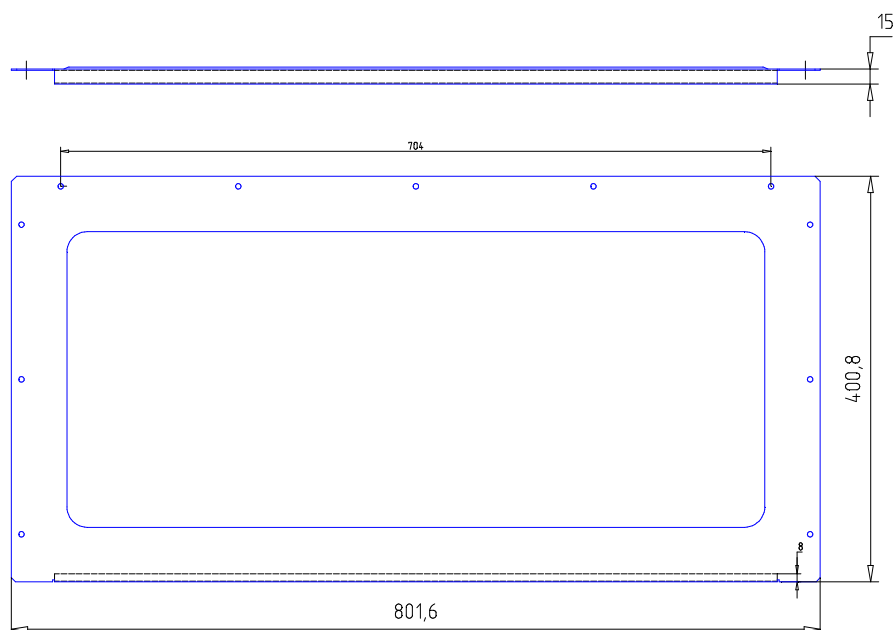
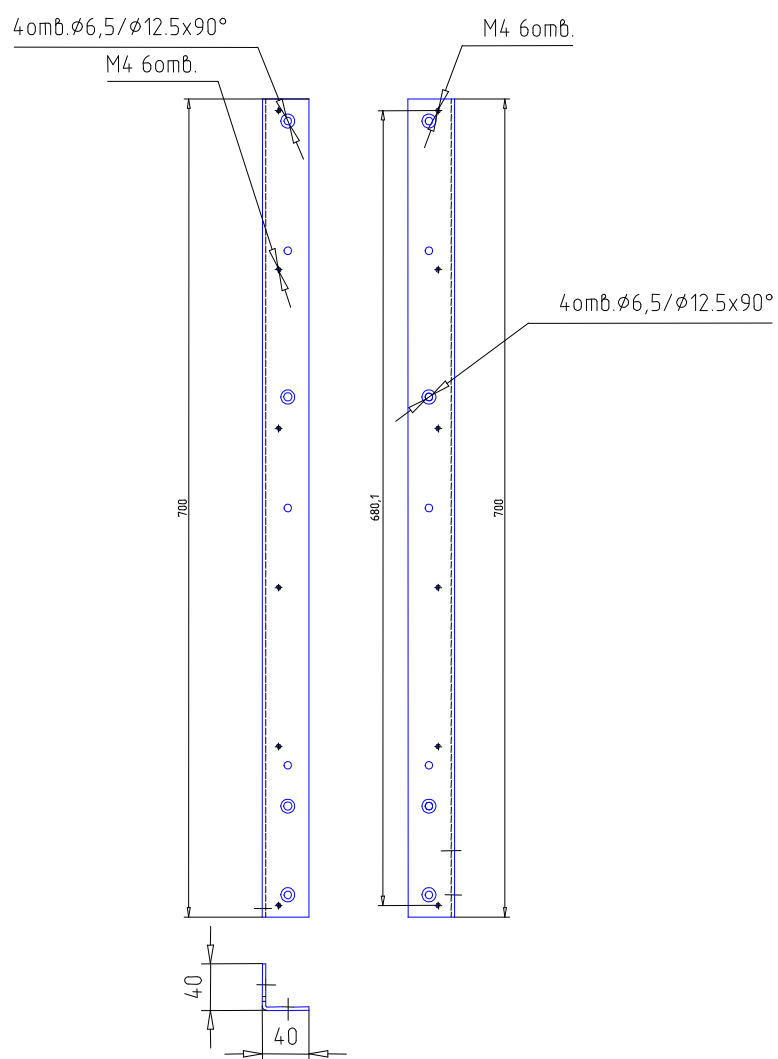
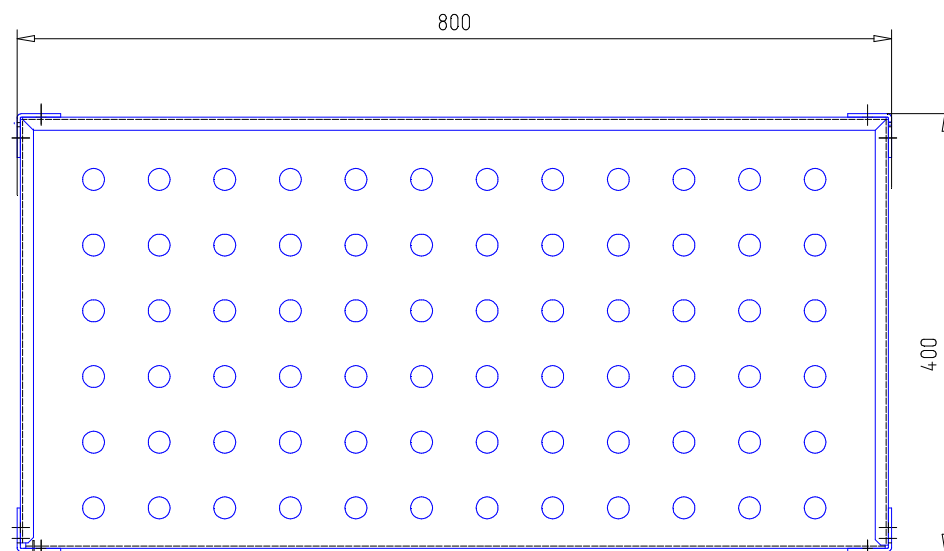

Рисунок 3.1 – Батарейный стеллаж Штиль MBS-03. Крышка верхняя
Рисунок 3.5 – Батарейный стеллаж Штиль MBS-03. Стойка задняя
Рисунок 3.6 – Батарейный стеллаж Штиль MBS-03. Полка
4.2 Соединить винтами М6*16 полки изделия (рисунок 3.6) со стойками задними (рисунок 3.5).
4.3 Соединить винтами М6*16 полки изделия (рисунок 3.6) со стойками передними (рисунок 3.4).
- 4.6 Закрепить винтами М4*6 верхнюю крышку изделия (рисунок 3.1) на стойках (рисунок 3.5 и 3.6)